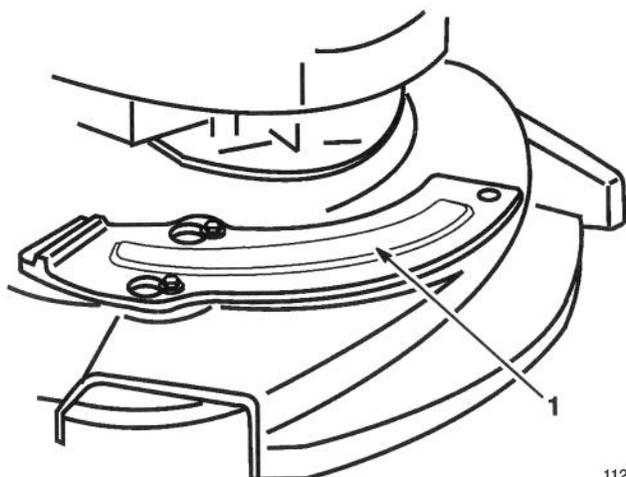

Figure 44
2. Insérer la plaque de paillage dans l'ouverture du carter (Fig. 44).